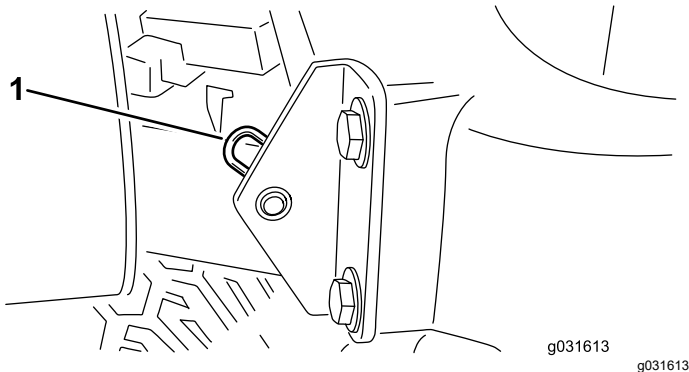

Bild 44
2. Entfernen Sie den Splint, mit dem das Gelenk der Motorhaube an den Befestigungshalterungen befestigt ist (Bild 44).